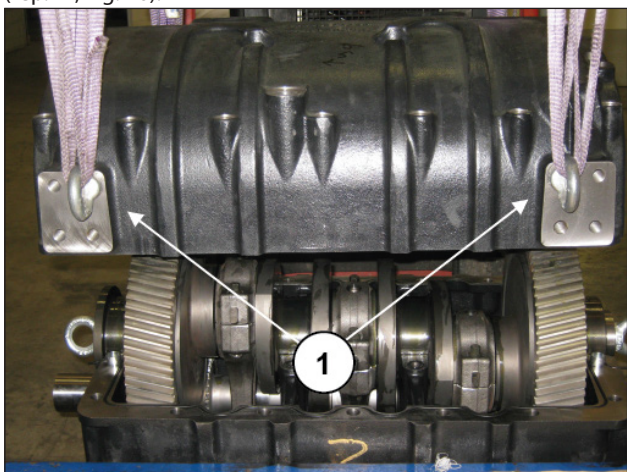

Fig. 26
Pour déposer le carter arrière, démonter les pieds et utiliser quatre trous filetés M16 pour monter les œillets de levage (rep. ①, Fig. 26).